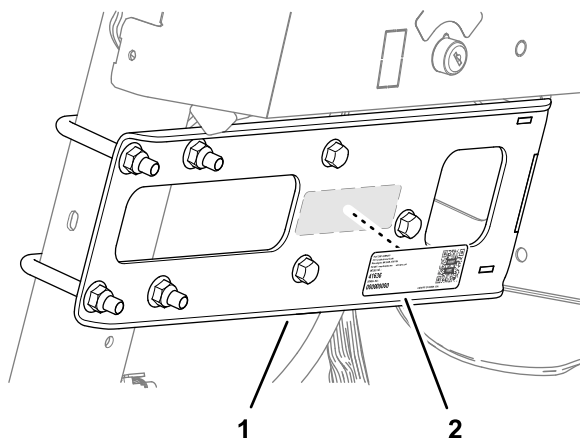

Figure 69
2. Apposez l'autocollant sur le support de collecteur, comme montré à la Figure 69.